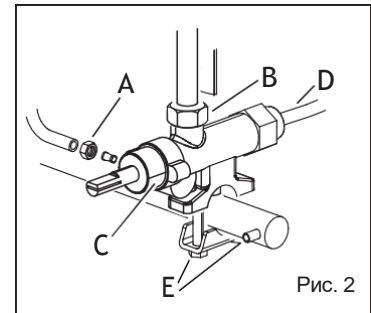

Рис. 2
- откройте запорный кран на входе прибора (рис.2);
- установите винт с шайбой газового уплотнения в соответствующее седло, откройте запорный клапан на входе прибора (рис.2) и, включив горелку, проверьте отсутствие утечек газа.
- При необходимости снимите запальные свечи, чтобы не повредить их во время замены форсунки (рис. 2).
В представленных моделях регулировка минимального температурного диапазона обеспечивается с помощью плотно затянутого «калиброванного» винта минимального перепуска (рис. 2) (см. Таблицу характеристик газа).
- Отверните штуцеры подвода (например, рис. 2/Е) и отвода газа (рис. 2/А и В);
- отверните термопару (рис. 2/Д);
- отверните термопару от запорного крана (рис. 2/Д);